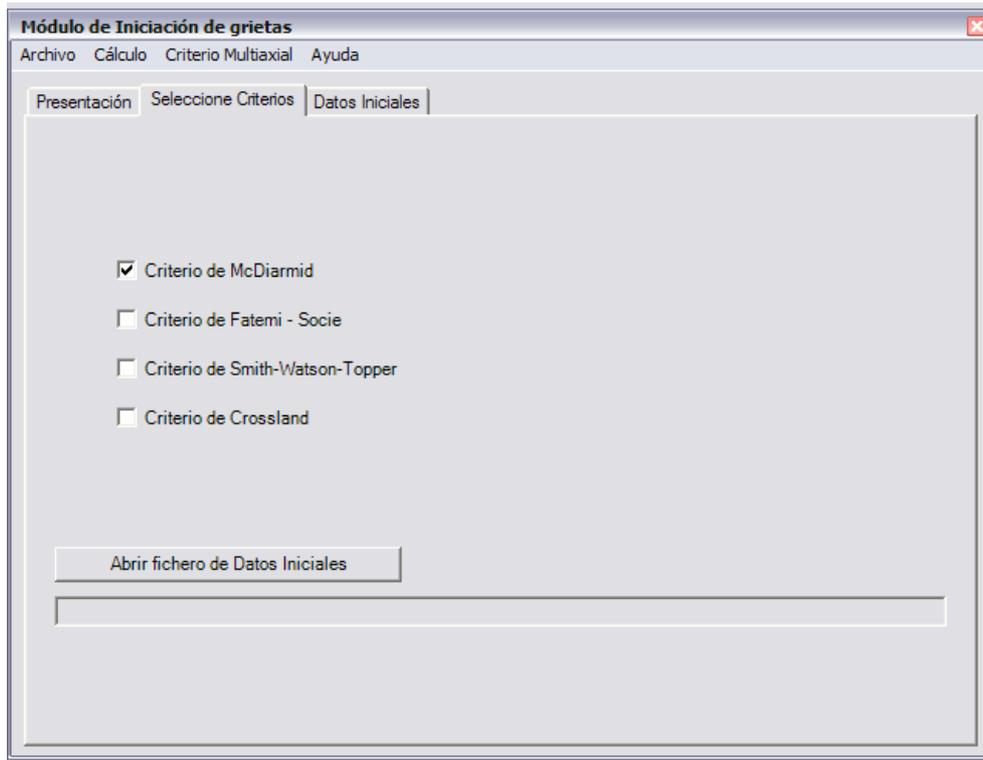

Figura 5.4: Pestaña “Selección de Criterio” del Módulo de Iniciación.
- Seleccione Criterios: permite seleccionar un fichero de Datos Iniciales a través de un formulario de búsqueda (ver figura 5.4 y 5.5).